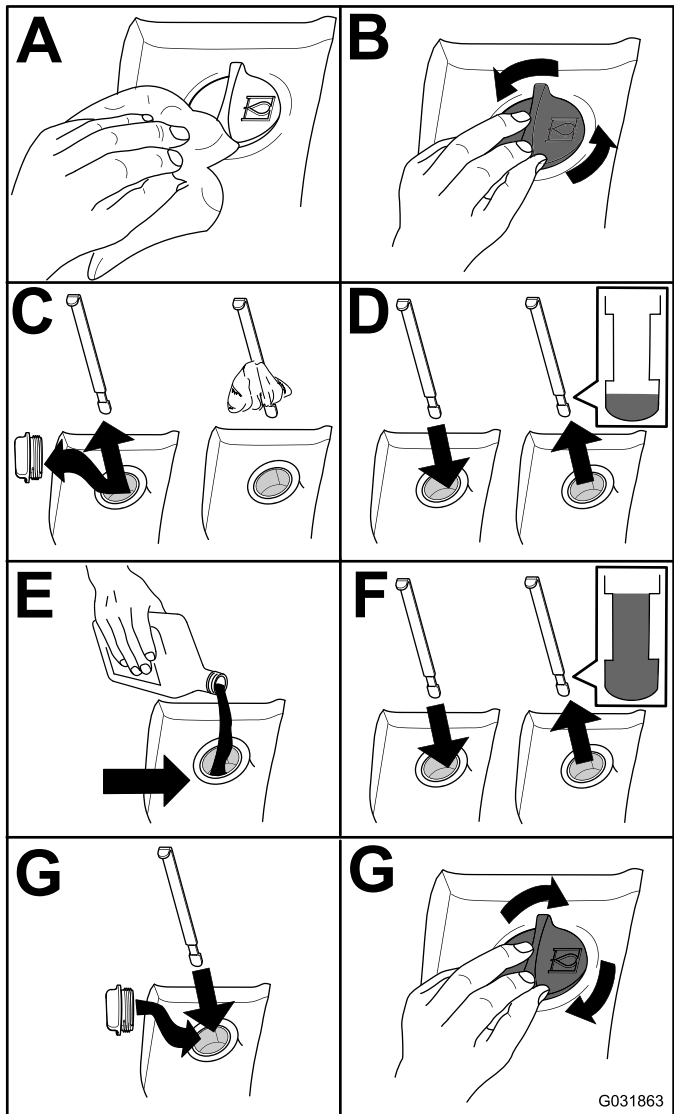

Figura 99
2. Compruebe el nivel de fluido hidráulico (Figura 99).